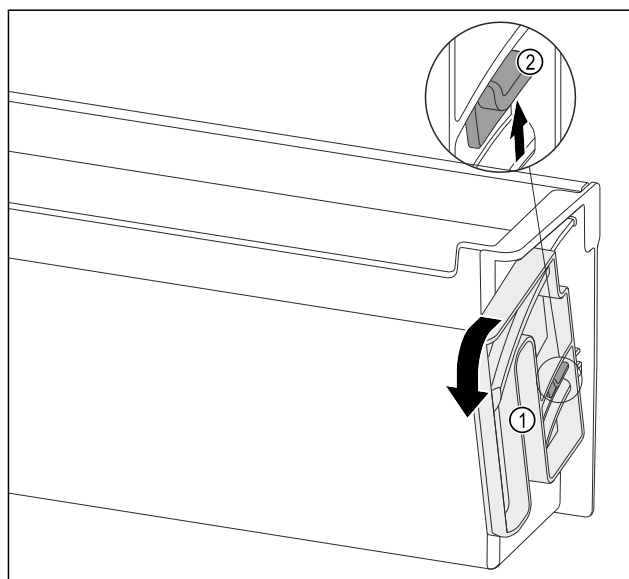

Fig. 144
- Tourner l'unité de rotation Fig. 144 (1) dans le sens indiqué jusqu'en butée.
- Pousser la languette Fig. 144 (2) vers le haut et retirer l'unité de rotation Fig. 144 (1).